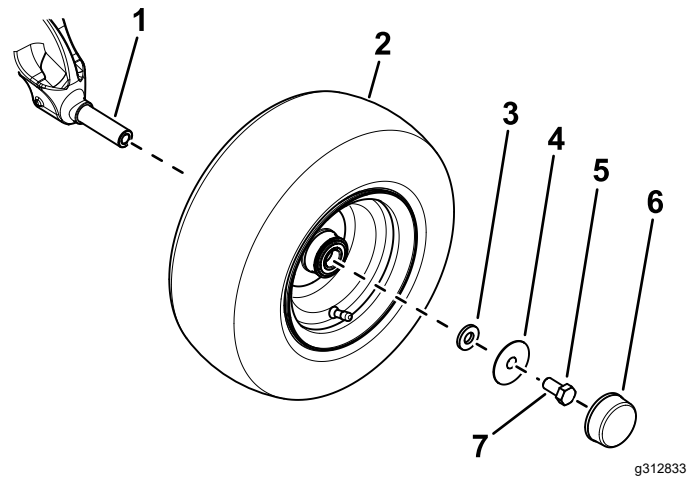

Figure 3
- Utilisez une petite rondelle, une grande rondelle et un boulon ( $\frac{5}{8}$ " x  $1\frac{1}{4}$ ") pour fixer la roue sur le pivot de fusée (Figure 3).
D. Placez le couvre-moyeu sur la roue (Figure 3).